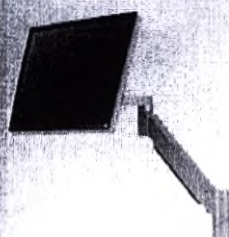

Рисунок 12.
5. **Держатель для персонального компьютера.** Устанавливается в базовые модели, но наиболее актуален в модели OKI DESIGN, где используется для удержания пульта управления в виде жидкокристаллической панели «Touch screen». (Рисунок 12).